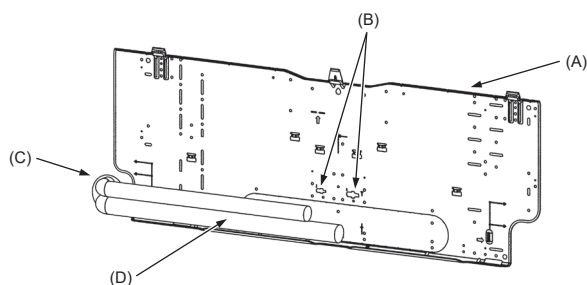

Fig. 3-5
3.3. Mura in rör i väggen (Fig. 3-5)
- (A) Monteringspanel (1)
- (B) Referensmarkering för flänsanslutning
- (C) Genomgångshål
- (D) Befintlig rördragning